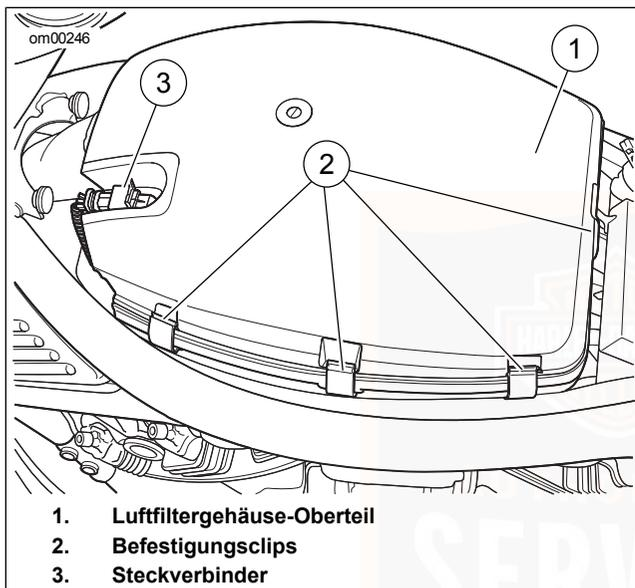

Abbildung 39. Luftfiltergehäuse-Oberteil: VRSC-Modelle
4. Siehe Abbildung 39. Steckverbinder (3) ausbauen in dem durch Drücken nach unten der Drahtbügel entriegelt wird. Das Luftfiltergehäuse-Oberteil ist mit acht Clips befestigt: drei pro Seite, einem an der Rückseite und einem an der Vorderseite unter dem Schnorchel. Die Clips lösen und das Luftfiltergehäuse-Oberteil entfernen.